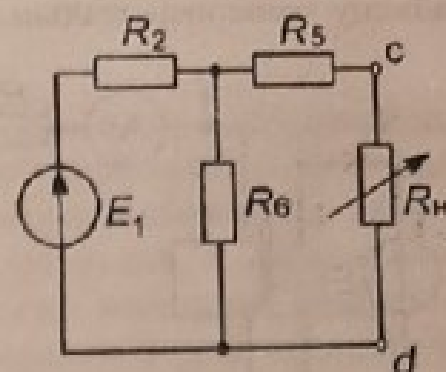

Рисунок 3.2
Активный двухполюсник (рис.3.2) можно заменить аналогичным эквивалентным источником (рис.3.1,  $a$ ). При определении его параметров следует учитывать, что внутреннее сопротивление источника ЭДС  $E_1$  равно нулю.
4. Собрать цепь с активным двухполюсником в соответствии с рис.3.2. Предусмотреть приборы для измерения напряжения источника и напряжения и тока на выходе активного двухполюсника. Значение ЭДС источника и сопротивлений резисторов взять из табл.2.1.
5. На выходе активного двухполюсника провести опыты холостого хода и короткого замыкания. По результатам опытов определить параметры активного двухполюсника. Полученный результат сравнить с результатом расчета в п.3 подготовительного задания. Сравнить входные сопротивления активного двухполюсника с источником тока (рис.3.1) и активного двухполюсника с источником ЭДС (рис.3.2). Объяснить причину их различия.
6. В цепи на рис.3.2 опытным путем определить зависимость  $P_n(I_n)$  при изменении сопротивления нагрузки  $R_N$  от нуля до бесконечности (7–8 режимов, в том числе обязательно режим максимальной мощности). По опытными данным построить график зависимости  $P_n(I_n)$ .